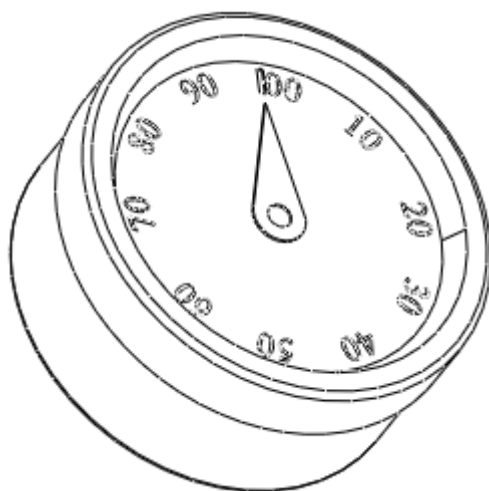

图 59-23
- (4) 单击  完成草图绘制, 调整特征生成方向, 单击  按钮, 完成特征建立, 如图 59-23 所示。